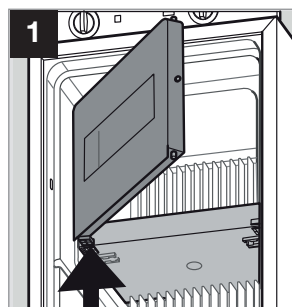

Fig. 22
- Déverrouillez la porte du compartiment congélateur avec un tournevis (Fig. 22).